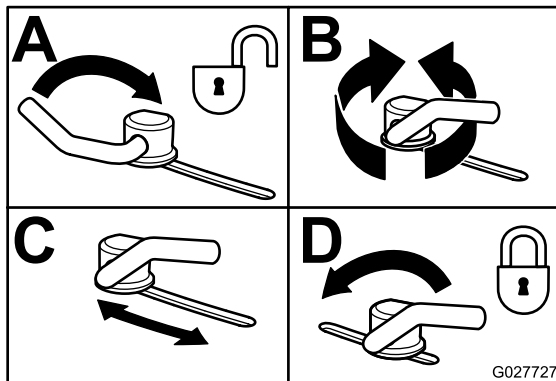

Figura 30
5. Rode novamente a alavanca para apertar o abafador e os bloqueios do excêntrico (Figura 30).